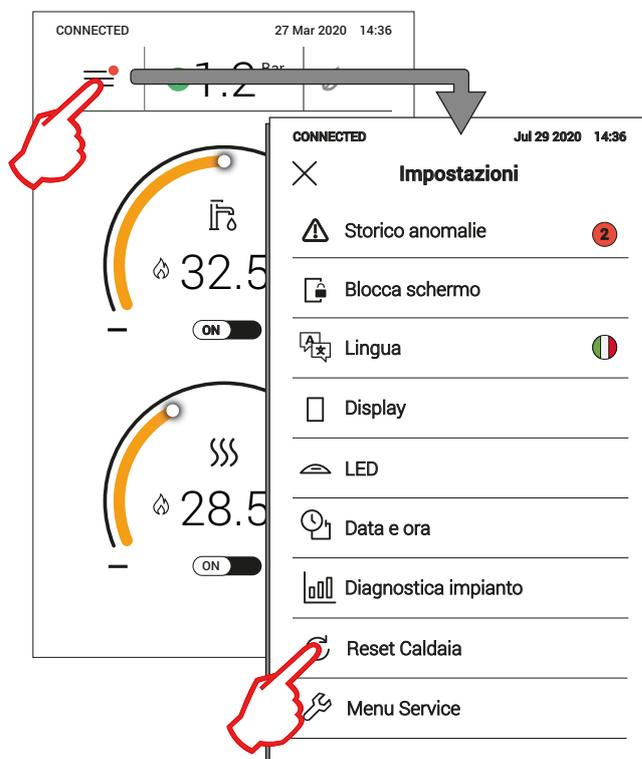

fig. 36
- 2 - Toccando l'icona del menu principale e successivamente [Reset Caldaia] quando appare una schermata simile a quella illustrata in fig. 36 (icona del menu principale con pallino rosso).